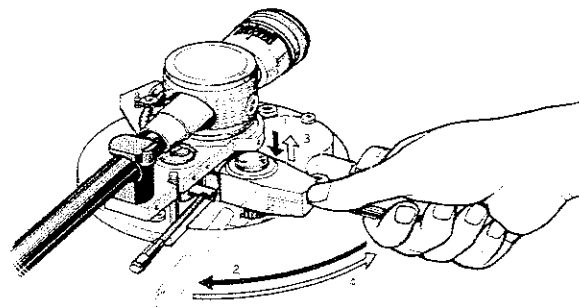

Fig. 15
- 4 Après avoir réglé la hauteur du bras, le verrouiller de la manière suivante (Fig 15)
- ① Dégager le levier de verrouillage pour engager l'engrenage
- ② En maintenant le levier de verrouillage pressé, le tirer vers soi (dans la direction de la flèche)
- ③ Le libérer pour le relever
- ④ Le pousser. En répétant l'opération trois ou quatre fois, on serre le levier de verrouillage et le bras est fermement fixé